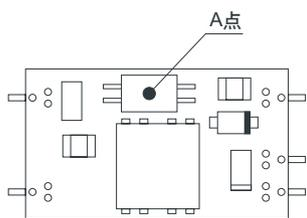

图8.3 强制风冷时的温度测量点
①SU1R5
■强制风冷时,应充分通风,确保图8.3中A点的温度不超过105°C。